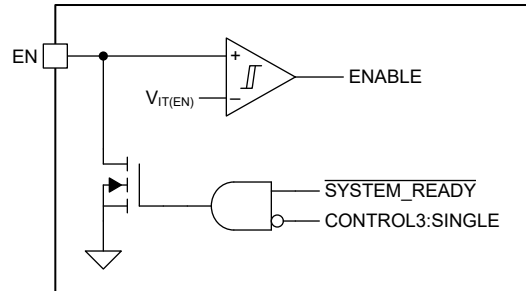

图 7-9. 使能功能方框图
使能 (EN) 引脚是双向引脚, 具有两项功能。请参阅 图 7-9 :